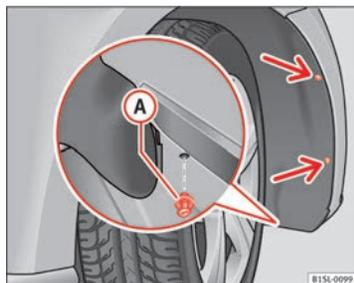

Fig. 146 Nel passaruota anteriore destro: Estrarre le viti di fissaggio (freccie) e rimuovere il ribattino a espansione A.
2. Svitare 2 viti di fissaggio del rivestimento del passaruota ⇒ fig. 146 (freccia) con il cacciavite degli attrezzi di bordo ⇒ pagina 251.
Svitare il ribattino a espansione nella parte inferiore anteriore del rivestimento del passaruota ⇒ fig. 146 A con il cacciavite degli attrezzi di bordo e rimuoverlo completamente ⇒ pagina 251.
11. Collocare il ribattino a espansione nel rivestimento del passaruota e del paraurti e premerlo completamente ⇒ fig. 146 ②.
12. Avvitare con forza le due viti di fissaggio ⇒ fig. 146 (freccie) con un cacciavite. ■